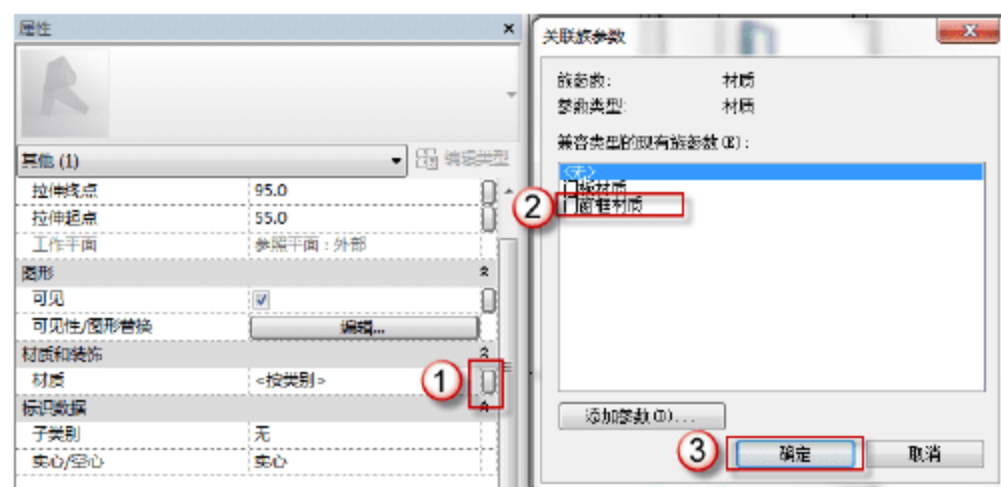

图 7.1.24 添加 C2925 转角门窗框材质
(22) 添加 C2925 转角门窗框材质。选择 C2925 门窗框, 在 C2925 门窗框的“属性”面板中, 单击“材质和装饰”栏“材质”右侧的空白按钮, 弹出“关联族参数”对话框, 在列表框中选择“门窗框材质”选项, 单击“确定”按钮, 如图 7.1.24 所示。